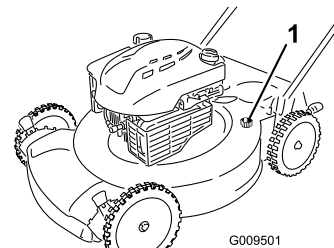

Figure 23
4. Branchez un tuyau d'arrosage relié à l'alimentation en eau au raccord de lavage du carter du tablier de coupe (Figure 23).